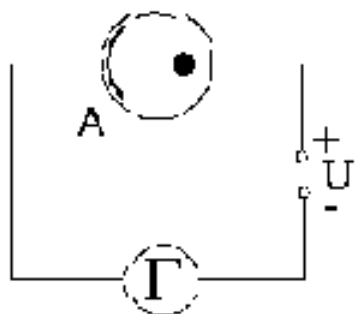

Рис.1
В науке и технике широкое применение получили *фотоэлементы* — приборы, использующие явление фотоэффекта. Вакуумный фотоэлемент представляет собой откачанный стеклянный или кварцевый баллон, внутри него на слой магния или серебра нанесен слой светочувствительного металла. Этот слой излучает электроны при освещении его светом (К - катод). Его соединяют с минусом источника. В середине фотоэлемента расположен металлический анод (А) в виде кольца (рис.1). Электрическое поле направляет вылетающие электроны к аноду. Сила тока при этом регистрируется гальванометром «Г» (рис.1).
1. Собрать цепь по схеме рис.1: